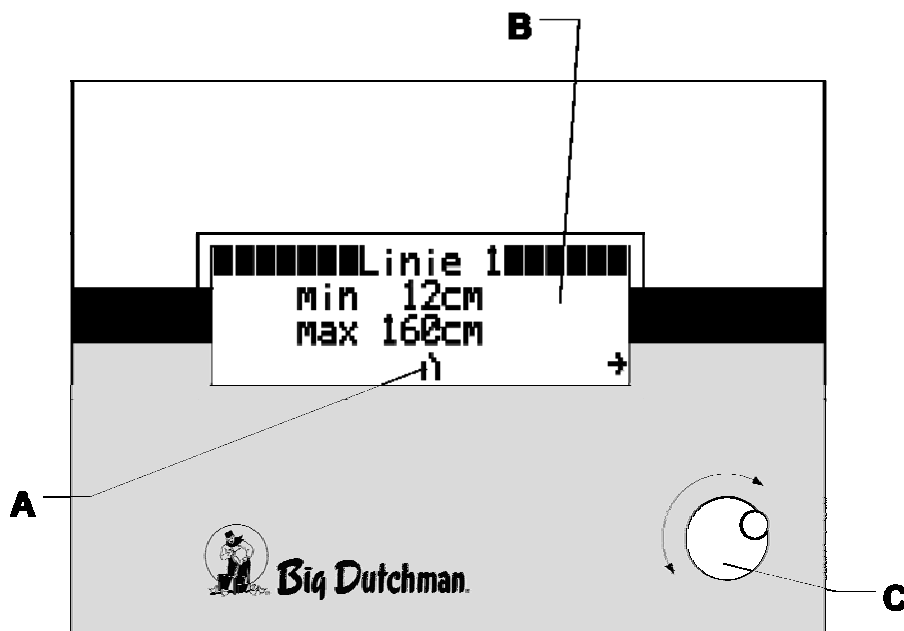

Abb. 1: Schematische Darstellung der Kontrolleinheit
Mit Hilfe des **Drehknopfes (C)** können die im **Display (B)** sichtbaren Menüpunkte bzw. Sollwerte ausgewählt werden (siehe Abb. 1).